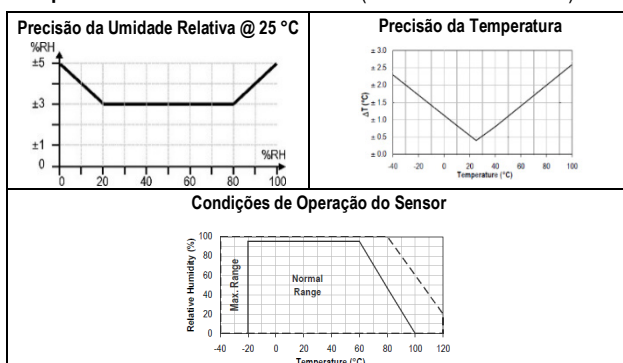

Figura 1 – Precisão na medição de umidade e temperatura
**Faixa:** 0 e 100 % (RH) (ver Figura 1);
**Precisão:**  $\pm 3$  % (típico, ver Figura 1);
**Precisão:**  $\pm 0,5$  °C (típico, ver Figura 1)
**Faixa:** -20 e 100 °C (ver Figura 1)
**Temperatura**..... -20 a 100 °C (ver Figura 1)